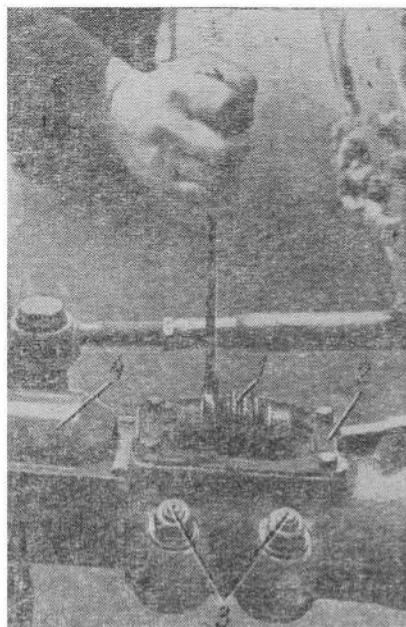

Рис. 53. Регулировка колеи тракторов МТЗ-82 и МТЗ-82Л:
(рис. 53), расположенным на рукавах переднего моста, с учетом перестановки колес на диске и с одного борта на другой. Для изменения колеи поднимите переднюю часть трактора (или поочередно передние колеса), обеспечив просвет между колесами и грунтом; задние колеса при этом должны быть заторможены.
2. Освободите клинья 3 (рис. 53) рукавов, отвернув гайки настолько, чтобы обеспечить свободное перемещение корпусов конических пар.